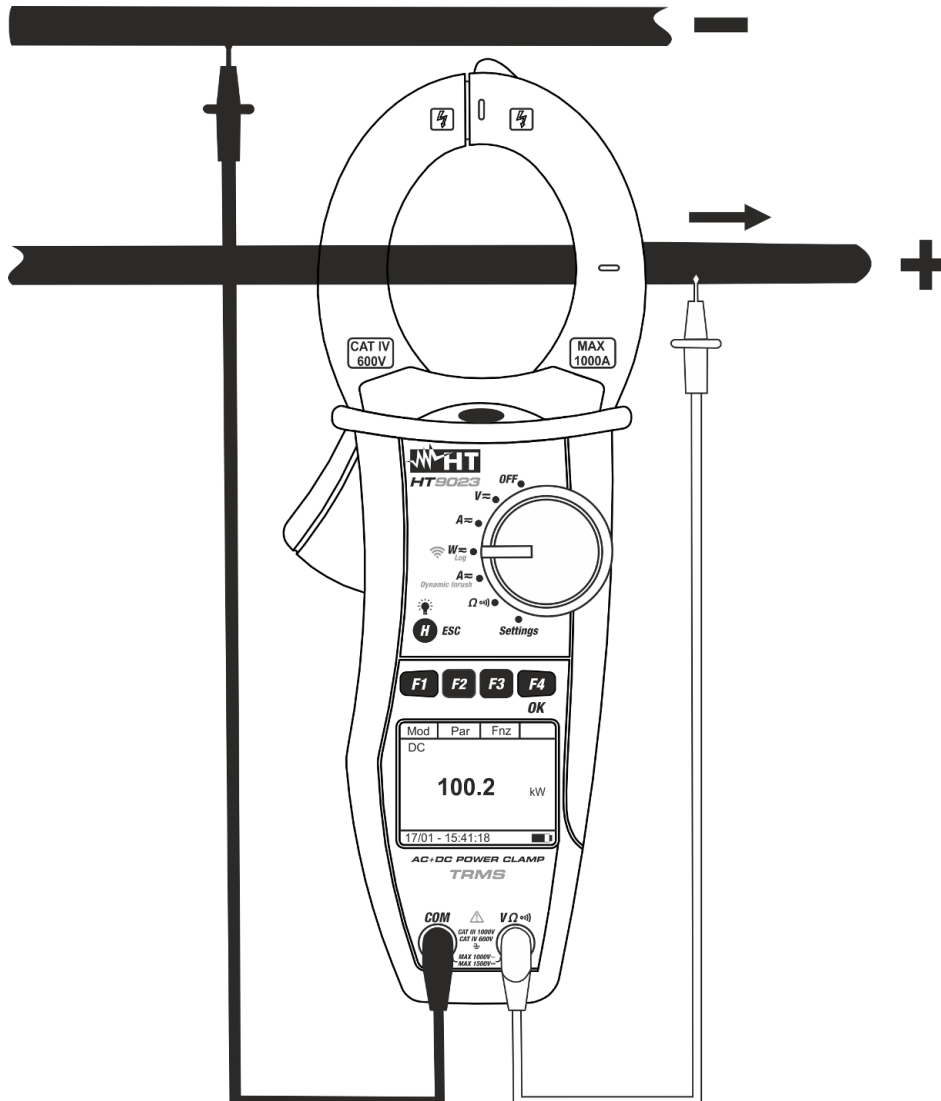

Fig. 12: Misura di Potenza/Energia DC
5. Inserire il cavo rosso nel terminale di ingresso **VΩ⁾⁾⁾** e il cavo nero nel terminale di ingresso **COM**. Posizionare il puntale rosso su polo "+" e il puntale nero sul polo "-" e inserire il cavo "+" all'interno del toroide rispettando la direzione della corrente indicata dalla freccia (vedere Fig. 12). Inserire il cavo all'interno del toroide al centro dello stesso al fine di ottenere misure accurate. Utilizzare le tacche presenti come riferimento (vedere Fig. 2)
6. Il valore della Potenza DC è mostrato a display espresso in kW. Premere il tasto **F2 (Par)**, selezionare con lo stesso tasto l'opzione "**Tens/Corr**" per la lettura dei valori di tensione DC e corrente DC e confermare con **F4 (OK)**. La seguente videata è mostrata a display